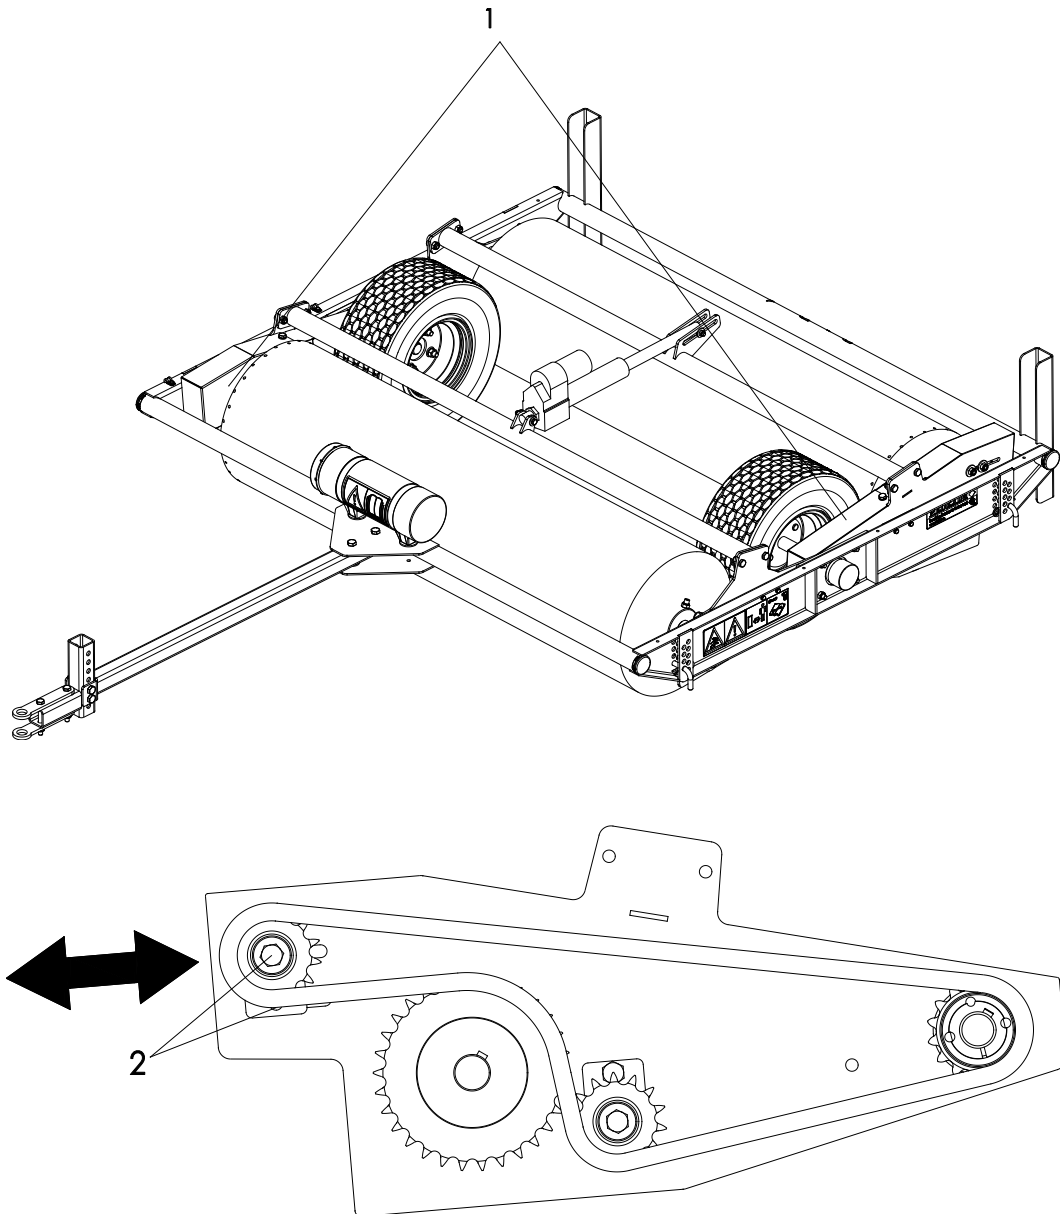

Fig. 11
1. Verwijder de veiligheidskappen (1) (fig. 11).
2. Draai de moeren in de rol los en span de ketting (2) (fig. 11).